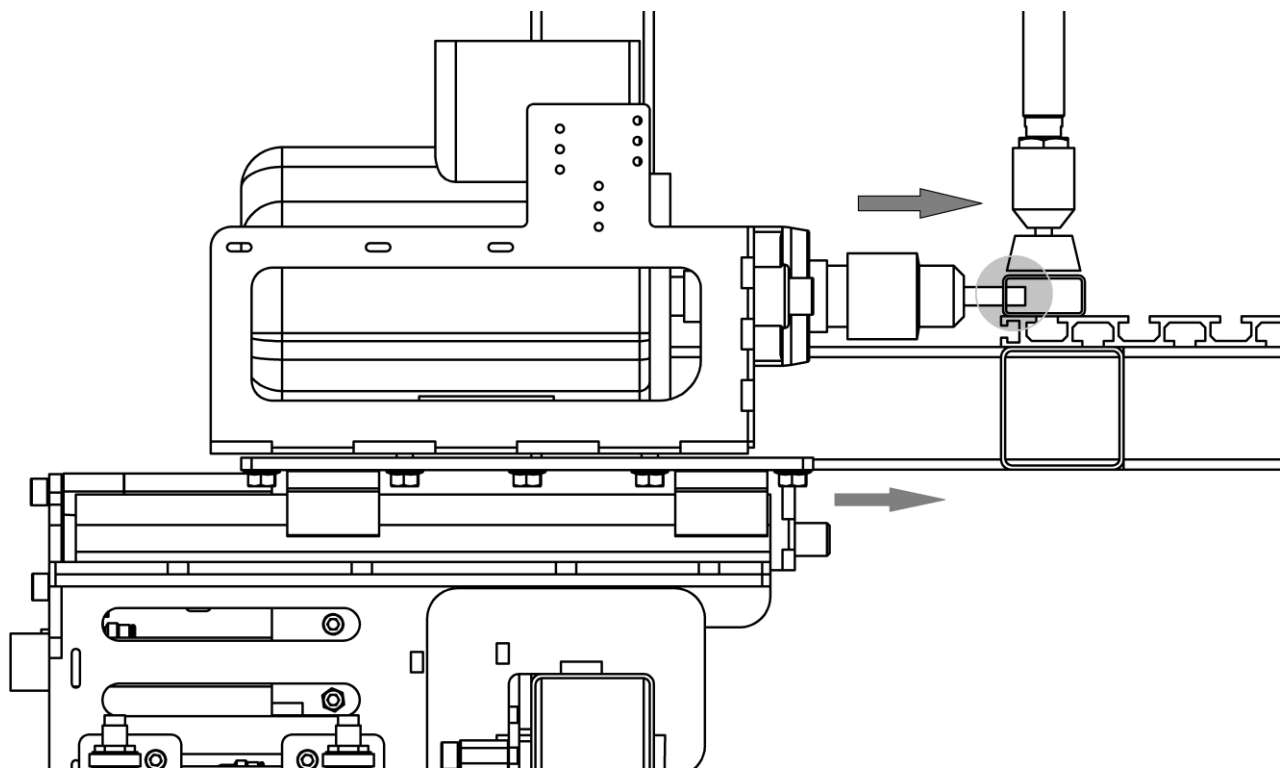

Рисунок 23.
7.9 Передвигаем (по пазам) верхнюю часть СМ таким образом, чтобы вершина сверла оказалась в той точке до которой будет доходить во время сверления - выставляем максимальную глубину сверления (рис.23) (сверло будет находится внутри заготовки).